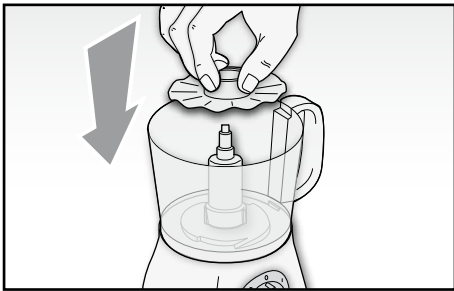
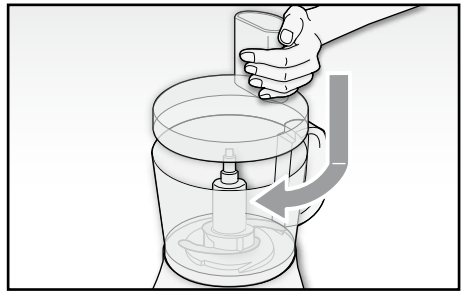

Fig. 6
Fig. 7
- Nel caso invece si desiderasse montare albumi o panna, installare l'apposito accessorio (H) sul supporto lama (D) come mostrato in Fig. 6.
**AVVERTENZA:** Prima della lavorazione, accertarsi che la ciotola (P) ed il disco (H) siano perfettamente puliti da qualsiasi traccia di burro o tuorlo.
- Tagliare gli alimenti a piccoli pezzi (1,5 x 1,5 cm) e inserirli nella ciotola (P) o nel caso si desideri impastare, inserire gli ingredienti.
**ATTENZIONE:** Non inserire alimenti oltre il livello massimo indicato sulla ciotola (P).
- Inserire il coperchio (O) sopra la ciotola (P) allineando la tacca presente all'interno della ciotola (P) col simbolo (□). Bloccare il coperchio (O) a scatto ruotandolo in senso orario (⌚) (Fig. 7).
- Mettere in funzione l'apparecchio selezionando la velocità di rotazione della lama tramite la manopola di funzionamento (A).